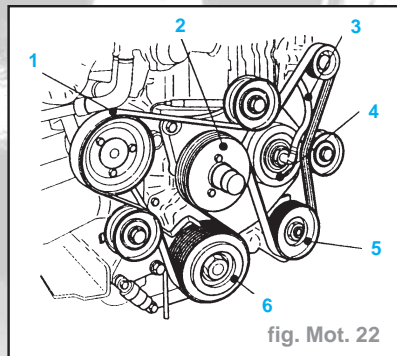
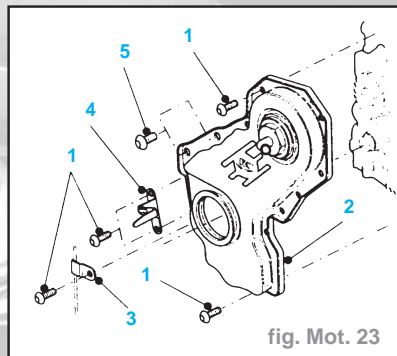

fig. Mot. 22
fig. Mot. 23
- Déposer : (fig. Mot. 22)
- la poulie de la direction assistée (5),
- la poulie de l'amortisseur de vilebrequin (6) du vilebrequin,
- le flexible (3) du couvercle de carter de distribution (4) (clip).
- Déposer le couvercle du carter de distribution (2) - (13 vis (1), clip (3), fixation (4) et deux vis (5)) (fig. Mot. 23).
- reposer le couvercle du carter de distribution (2) - (13 vis (1), clip (3), fixation (4) et deux vis (5)) (fig. Mot. 23).
- les vis du couvercle du carter de distribution (1) à 1,1 daN.m,
- les vis du couvercle du carter de distribution (5) à 2,7 daN.m.
- le flexible (3) sur couvercle du carter de distribution (4) (clip) (fig. Mot. 22),
- la poulie de l'amortisseur du vilebrequin (6) sur vilebrequin,
- le visco-coupleur et poulie de ventilateur (2) (trois vis et rondelles),
- la courroie trapézoïdale nervurée (1).